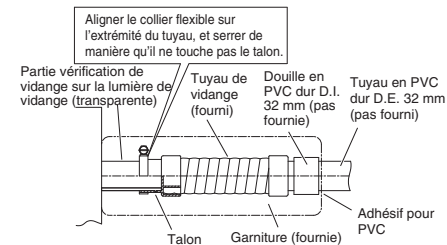

Fig. 3-24
Lors de cette opération, laissez un espace entre la prise de vidange et le tuyau en PVC pour permettre la vérification de la vidange. La lumière de vidange transparente de l'unité vous permet de vérifier la vidange. (Fig. 3-24)
- Insérer le tuyau de vidange jusqu'à ce qu'il touche la douille, de la manière indiquée en Fig. 3-24, puis le fixer à fond avec le collier flexible.
- Serrer les brides de durite pour que leurs écrous auto-serrants soient dirigés vers le haut. (Fig. 3-24)